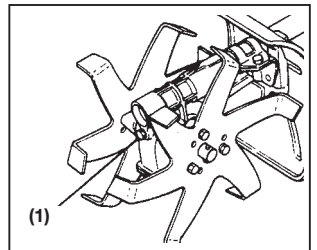

Fig. 12
- f. Supply proper amount of lithium-based grease, such as Shell Aluvania grease R2, Shell Aluvania EP grease 2, Mobile-Mobilux EP2 or equivalent after every 25 hours of use. (Fig. 12)
- f. Nach jeweils 25 Betriebsstunden ist ein Abfetten mit der erforderlichen Menge Lithiumbasisfett wie beispielsweise Shell Alvania R2, Shell Alvania EP 2 oder Mobile-Mobilux EP2 erforderlich. (Abb. 12)